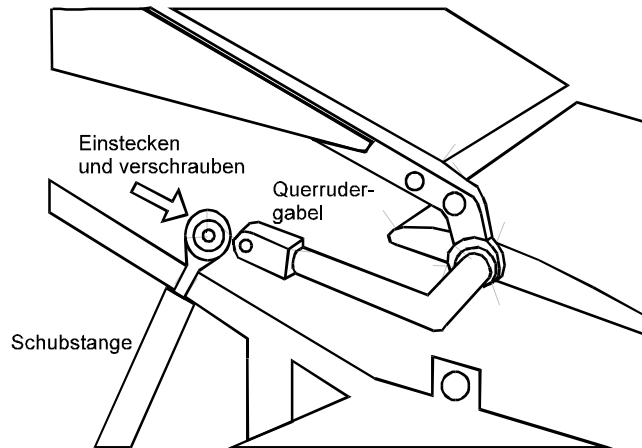

Bild 9: Querruder-Anschluß (rechter Flügel)
6. Jetzt bei beiden Querrudern gemäß Bild 9 die Schubstange mit dem Gabelstück verbinden. Dazu Gelenkkopf in Gabelstück stecken, Bolzen durchstecken, Unterlegscheibe und Mutter anbringen, leicht festziehen und mit Fokkernadel sichern. Muttern dabei zur Rumpffinnenseite.